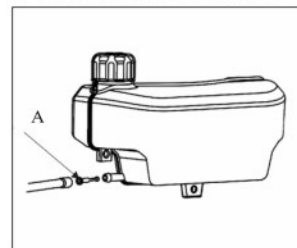

Fig. 14 A. Filtro del carburante
3. Reinstallare il filtro del carburante (A) e il condotto del carburante (vedi Fig. 14).